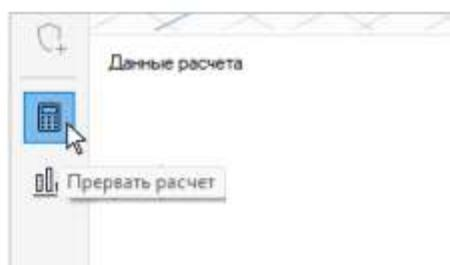

Рисунок 8.4.1
- на панели инструментов нажав кнопку *Прервать расчет* (см. Рис. 8.4.1);